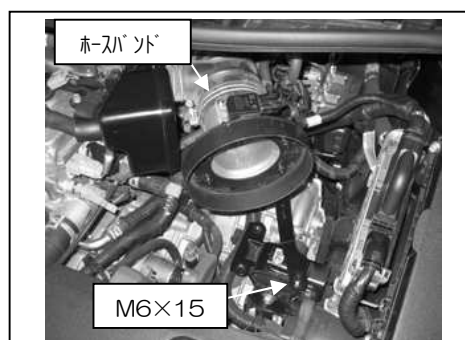

図 9
- ③アダプター-ASSY を車両へ取り付けます。図 9 参照